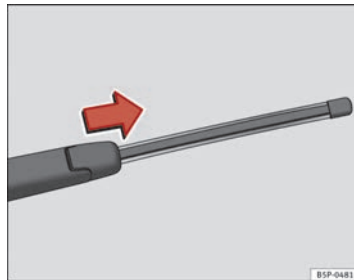

Fig. 168 Retrait du balai d'essuie-glace arrière
⇒ fig. 168
- Faites glisser l'adaptateur du balai dans le sens de la flèche et retirez le balai ⇒ fig. 168.